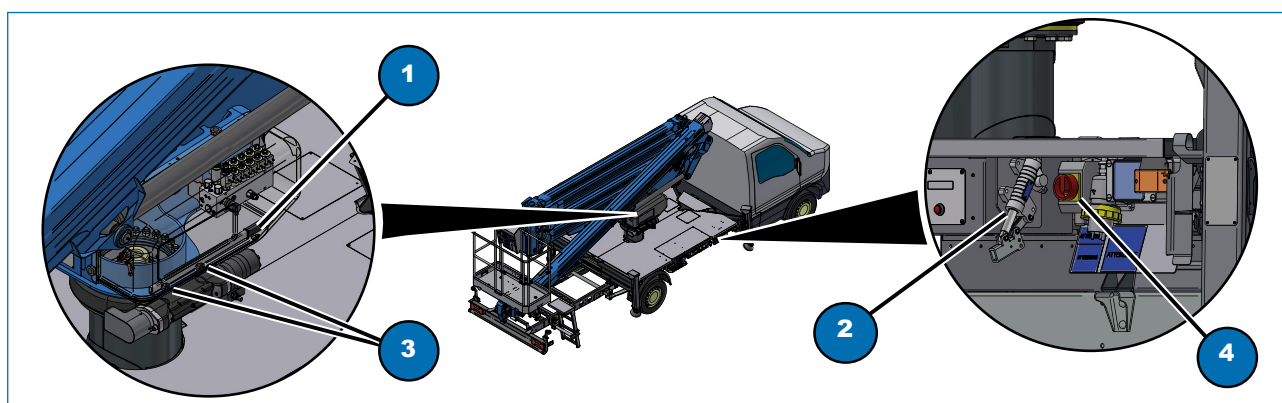

Fig. 5.6
La pompa manuale d'emergenza (Fig. 5.6, 2) è installata sul lato destro del veicolo.
La sua funzione è quella di forzare manualmente la circolazione dell'olio idraulico nell'impianto. Per far ciò occorre inserire la leva di comando (Fig. 5.6, 1), fornita in dotazione, nel foro predisposto sulla pompa e azionare energicamente.
- 3) rimuovere la leva di comando (Fig. 5.6, 1) allentando le due manopole nere (Fig. 5.6, 3) di bloccaggio ed inserirla nella pompa (Fig. 5.6, 2);
- 4) azionare manualmente la leva della pompa manuale d'emergenza (Fig. 5.6, 2), e azionare contemporaneamente i comandi elettrici della postazione di comando.